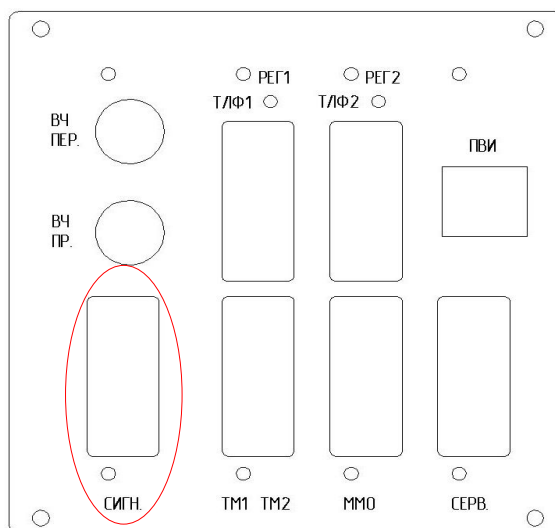

Рис.4.43. Лицевая панель блока абонентских интерфейсов
9. Соединить последовательный порт №1 (COM1) персонального компьютера кабелем с сервисным разъемом аппаратуры – “Серв.” блока абонентских интерфейсов (рис.4.43).